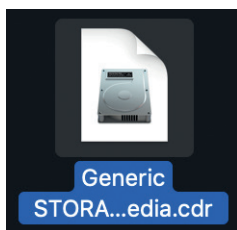

Рис. 5.13. Файл с расширением **.cdr**
8. По умолчанию файлы в формате **DVD/CD master** (Мастер DVD/CD) имеют расширение **.cdr** (рис. 5.13).